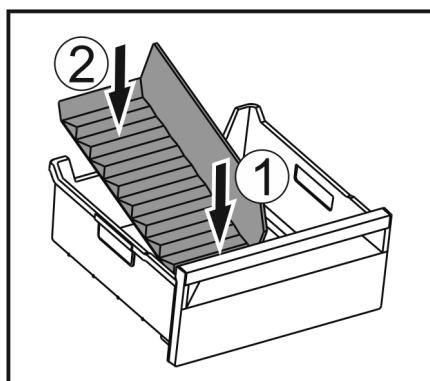

Fig. 136
- Vorderen Teil des Eisfach-Trenners einsetzen. Fig. 136 (1)
- Hinteren Teil des Eisfach-Trenners bis zum Schubfachboden absenken. Fig. 136 (2)